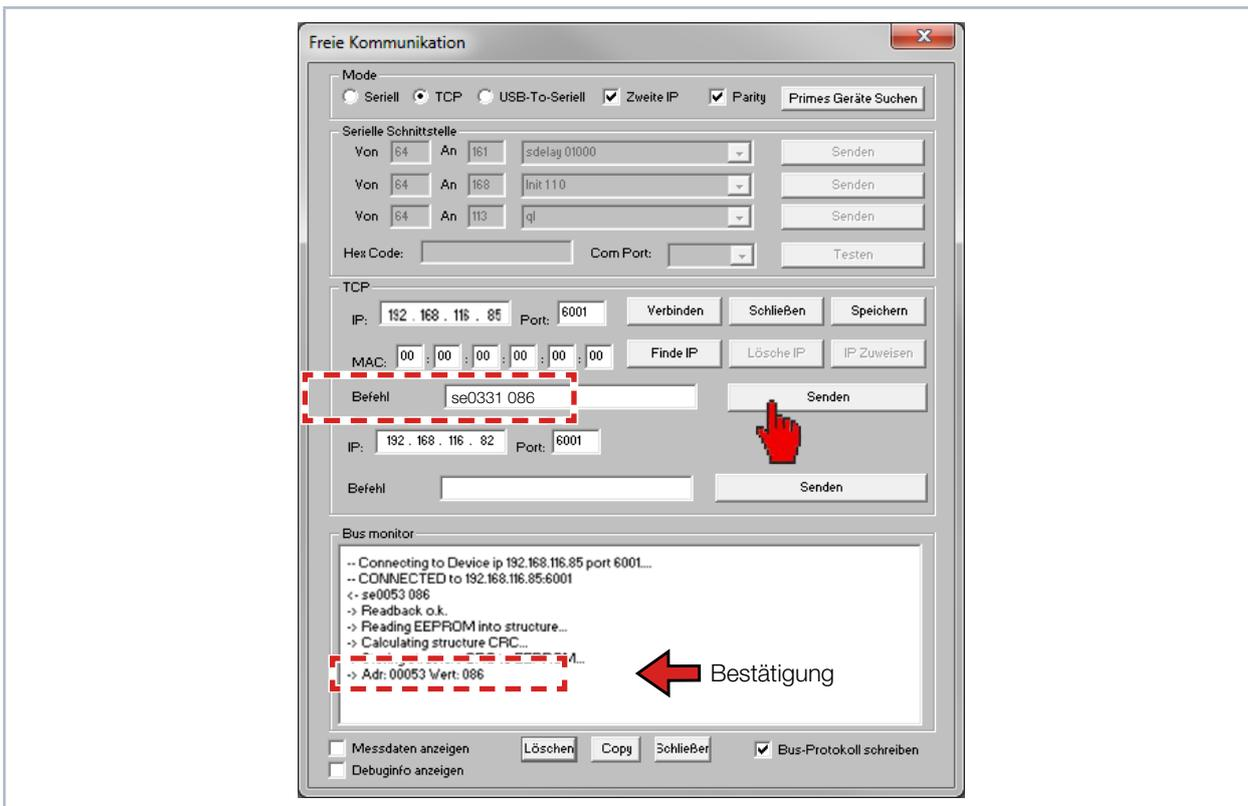

Abb. 11.4: Ändern der IP-Adresse im Dialogfenster **Freie Kommunikation**
8. Klicken Sie auf die Schaltfläche **Senden** und warten Sie die Bestätigung im Busmonitor ab (siehe Abb. 11.4 auf Seite 37 „-> Adr:0331 Wert: 086“)